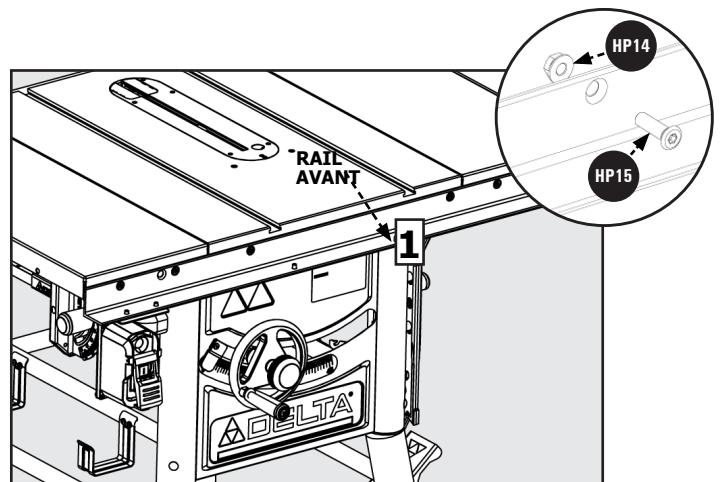

Figure 5
- À l'aide de la clé Allen en T de 3/16 pouces fournie, fixez les éléments suivants le rail avant [1] à l'avant de la table à l'aide de deux 5/16 18 x 1 1/8 pouce vis à tête plate **HP15** et deux 5/16 18 écrous à bride hex **HP14**. Voir la Figure 5.